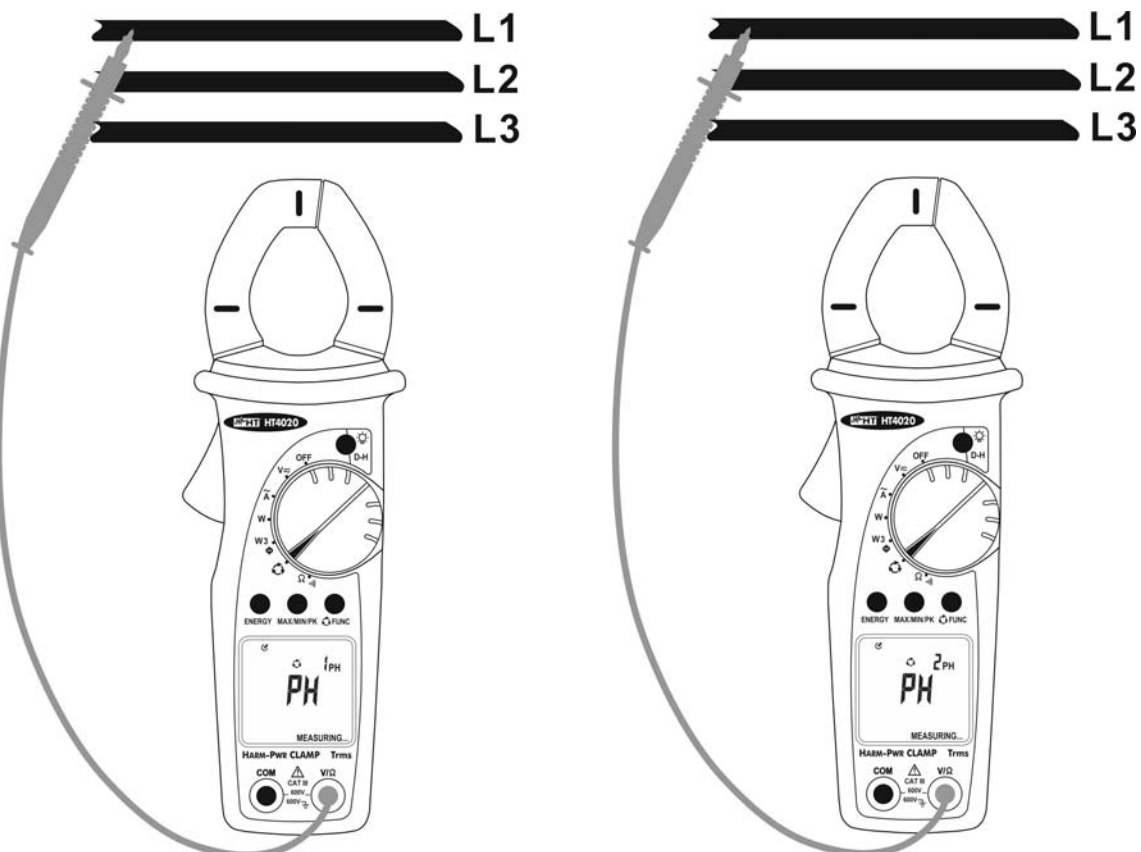

Fig. 14: Uso dello strumento per misura della concordanza delle fasi a 1 terminale
3. Collegare il puntale rosso alla fase L1 della prima terna trifase (vedere Fig. 14 – parte sinistra). In alternativa usare la protezione in gomma per alloggiare il puntale rosso
5. Trascorso circa un secondo lo strumento visualizza il simbolo "MEASURING" ad indicare che è pronto per effettuare la prima misura (vedere Fig. 14 – parte sinistra)
8. Posizionare il puntale sulla fase L1 della seconda terna trifase (vedere Fig. 14 – parte destra)